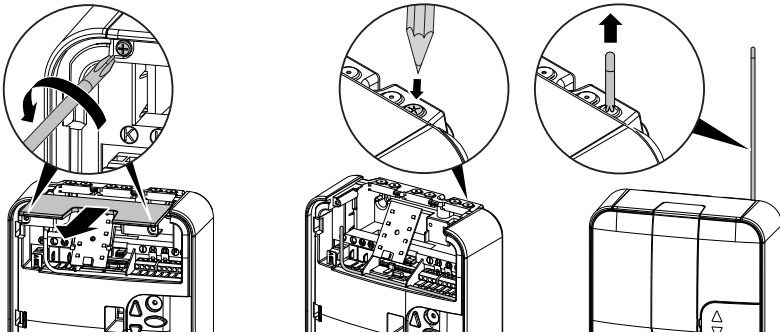

Bild 4-5 Installera antennen
2. Försäkra dig om att antennen är korrekt positionerad (bild 4-5, sidan 89).